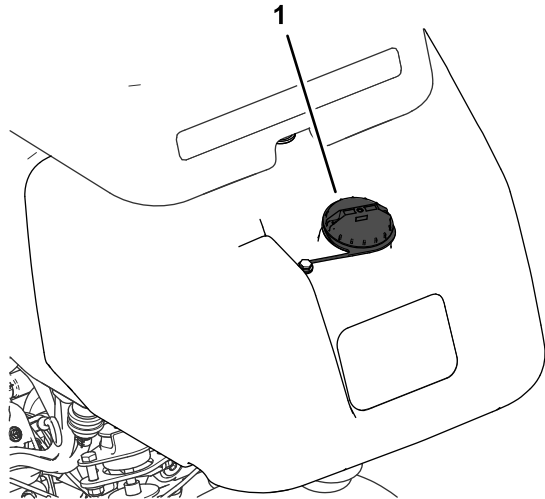

Bild 21
1. Reinigen Sie den Bereich um den Tankdeckel und nehmen Sie den Deckel ab (Bild 21).